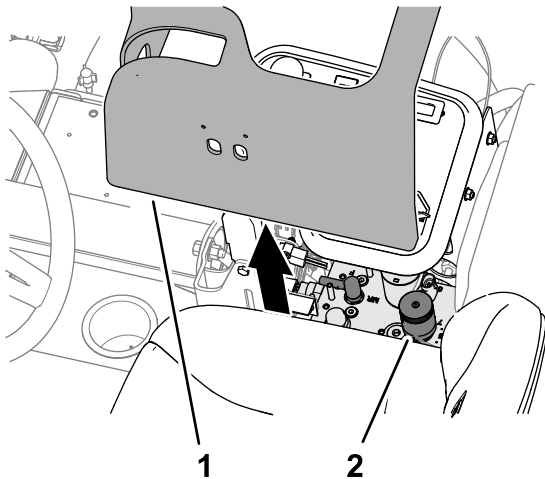

Bild 48
2. Heben Sie die Abdeckung vom Steuerarm ab (Bild 48).